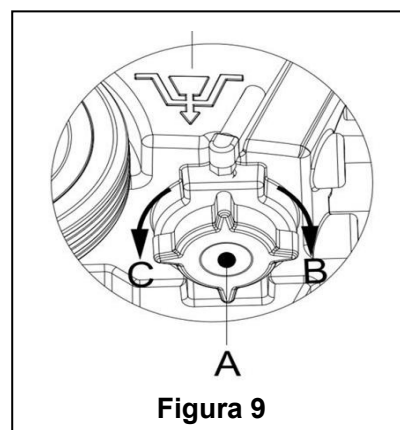

Figura 9
7. Așa cum se arată în **Figura 9**, deschideți capacul rezervorului de soluție (A) pe direcția contrară acelor de ceasornic C, și goliți complet rezervorul de soluție. Folosiți apă curată pentru spălarea rezervorului. Când operațiunea s-a terminat, închideți bine prin rotire capacul rezervorului de soluție (A) în direcția B, a acelor de ceasornic.